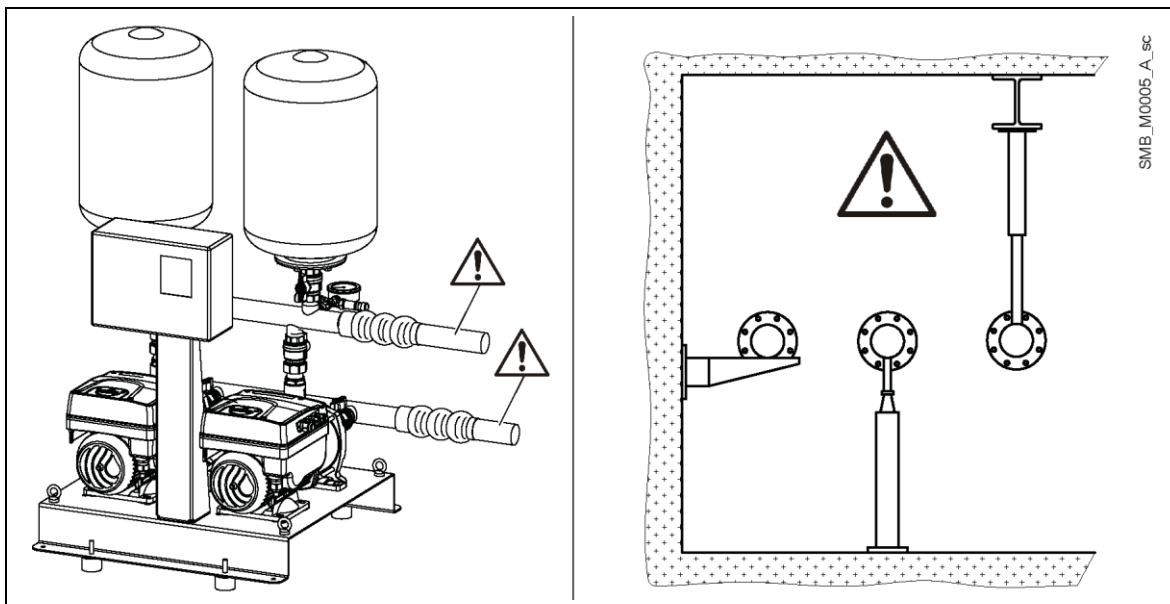

Figure 7 : Installation mécanique du groupe de surpression
- Monter les joints de dilatation et les supports adéquats pour protéger les tuyaux contre les sollicitations excessives, voir Figure 7. Le poids des tuyaux et des réservoirs sous pression augmente lorsqu'ils sont remplis d'eau. Avant de démarrer le groupe, s'assurer que tous les accouplements non utilisés sont fermés et serrés.